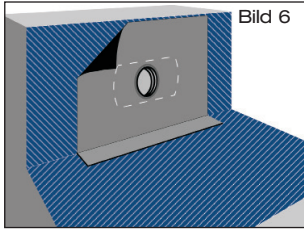

Bild 6
1.7 Bei bituminösen Dampfsperrbahnen sind Decke und Wand mit Bitumen-Voranstrich zu versehen (Bild 6 bzw. 6A). Hochpolymere Dampfsperrbahnen sind gemäß der Verlege- vorschriften des Folienherstellers auf dem Untergrund zu fixieren.